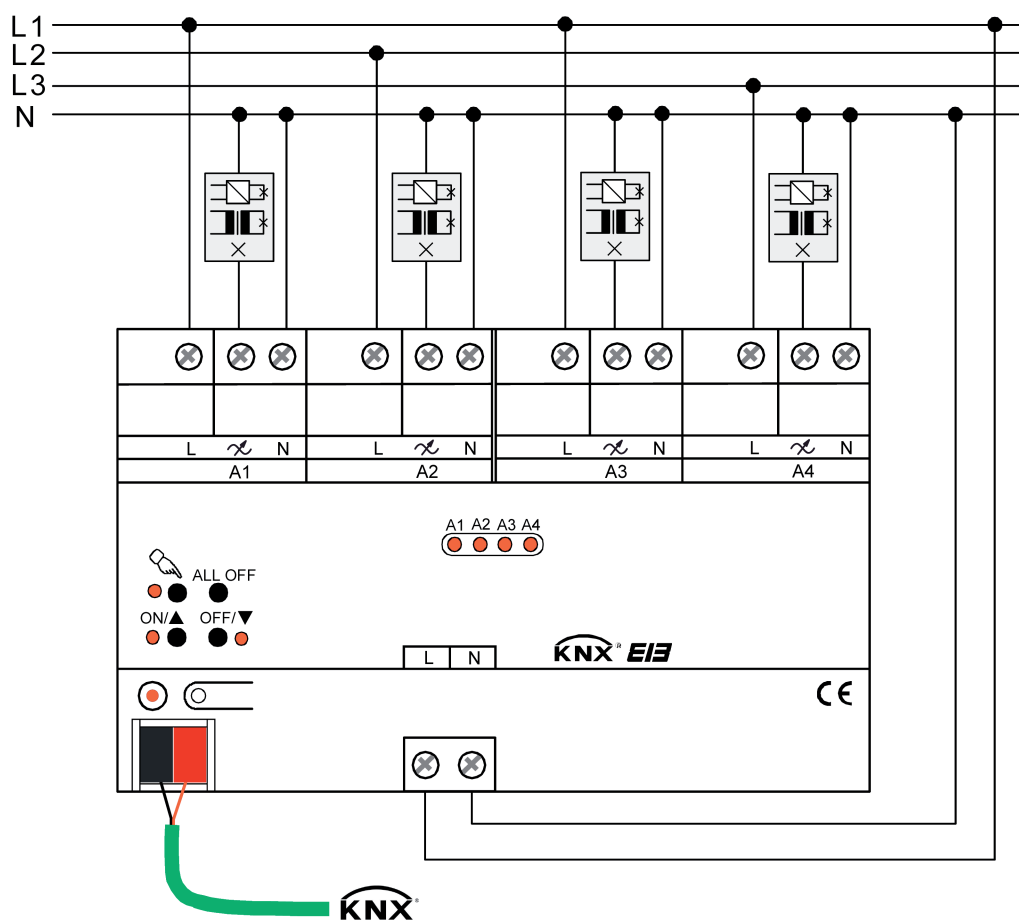

Figure 4: Raccordement électrique (sur l'exemple de la variante d'appareil à 4 postes)
- Réaliser le raccordement du bus, de la tension d'alimentation et de la charge conformément au schéma de raccordement (figure 4).